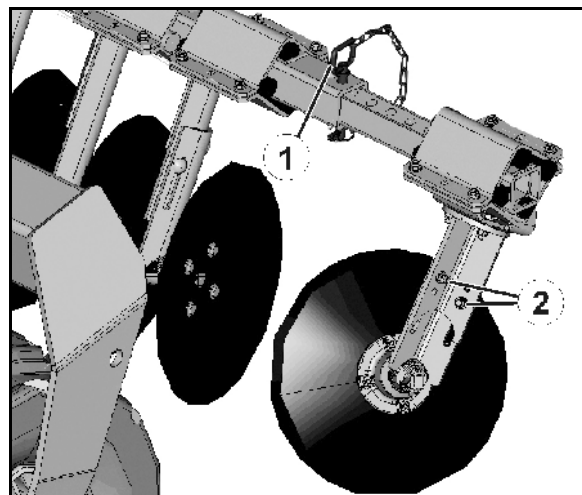
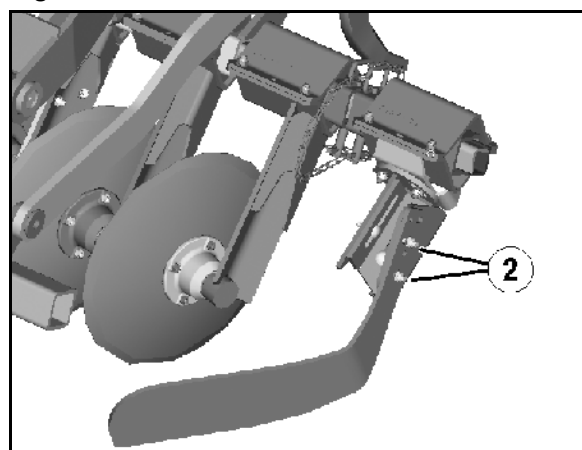

Fig. 59
Fig. 60
2. Aflojar el pasador clavija y retirar los pernos (Fig. 59/1).
2. Soltar las uniones atornilladas (Fig. 59, Fig. 60/2).